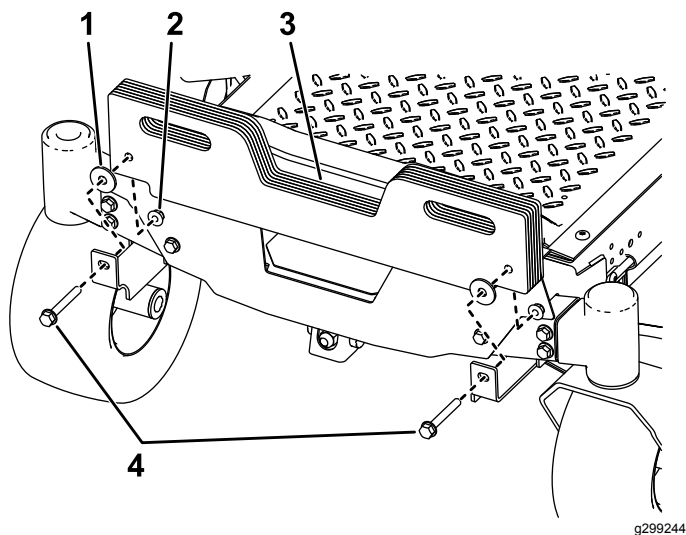

Figura 4
2. Instale los pesos de maletín en los soportes de montaje de los pesos con 2 pernos ($\frac{5}{8}$ " x $2\frac{3}{4}$ "), 2 arandelas y 2 contratuercas ($\frac{3}{8}$ "), tal y como se muestra en la **Figura 4**.